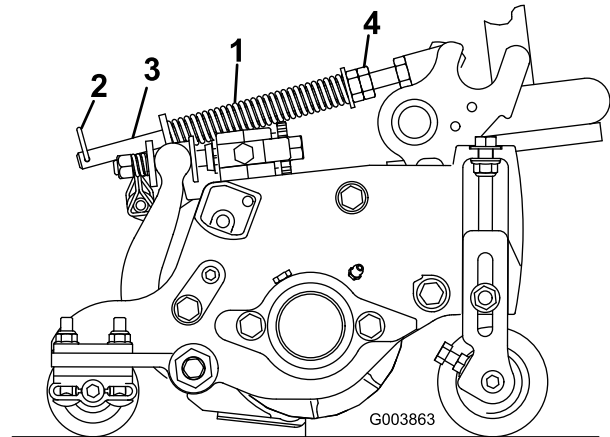

Figura 13
El muelle de compensación del césped (Figura 13), que conecta el bastidor de tiro a la unidad de corte, controla la cantidad de rotación posible hacia delante y hacia atrás.
1. Apriete la contratuerca del extremo trasero de la varilla del muelle hasta que el hueco (C) entre la parte trasera del soporte del muelle y la parte delantera de la arandela sea de 3,2 cm (Figura 13).
2. Apriete las tuercas hexagonales del extremo delantero de la varilla del muelle hasta que la longitud comprimida (A) del muelle sea de 32,8 cm (Figura 13).